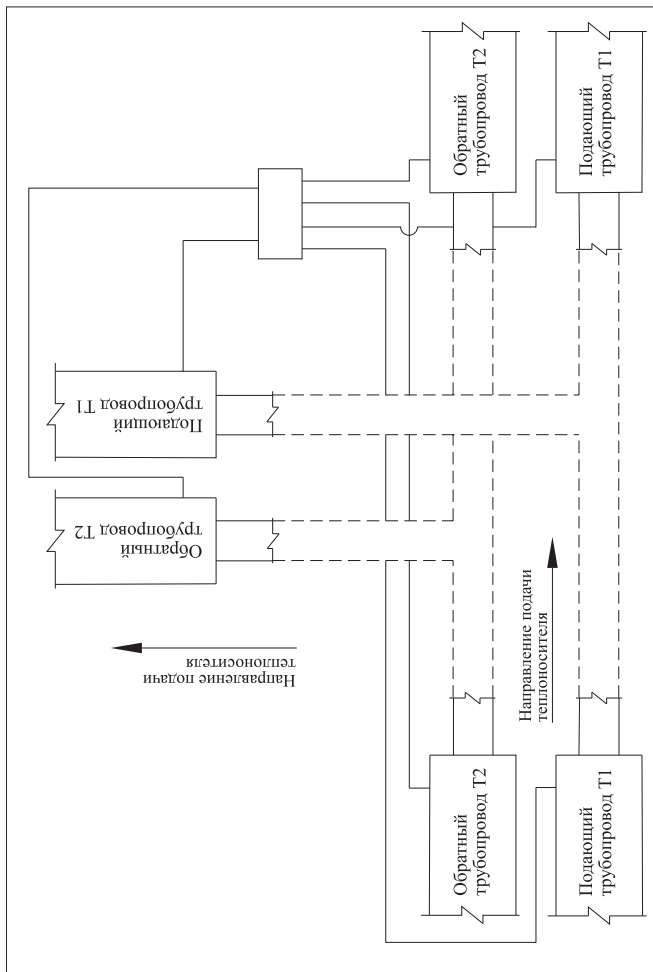
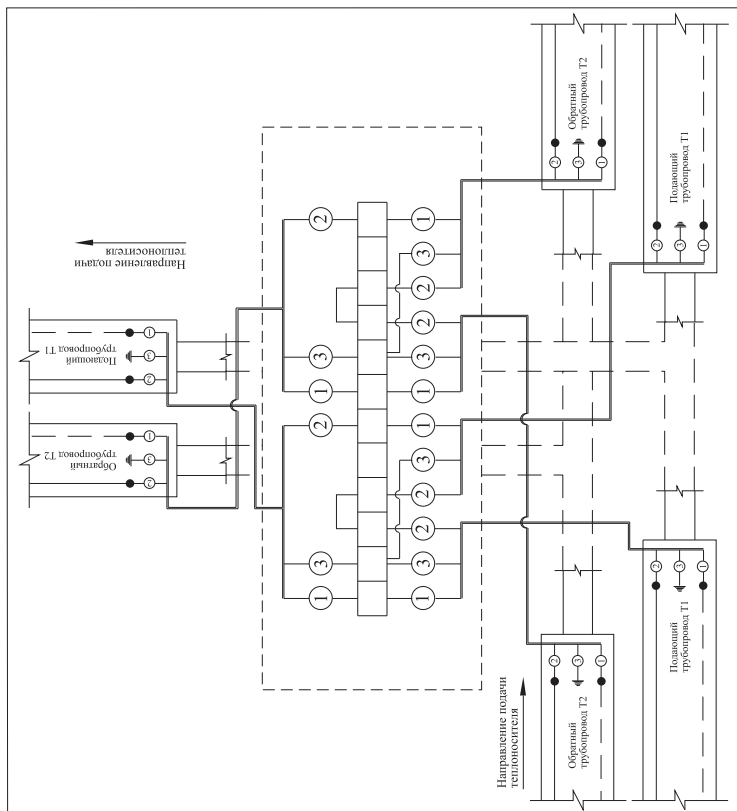

Рис. 2 «Объединение трех независимых двухтрубных систем ОДК»
Рис. 3 «Объединение трех независимых двухтрубных систем ОДК»
2.1. Объединение трех независимых двухтрубных систем ОДК - Рис. 2, 3
на принципиальной схеме (Рис. 2)	на электрической схеме (Рис. 3)
Подключение терминала к системе оперативного дистанционного контроля производить в соответствии с принципиальной (Рис. 2) и электрической схемой (Рис. 3).
5. При помощи отвертки зафиксировать провода 3 и внутреннюю перемычку 1 в клеммной планке 2. Порядок соединения проводов указан на электрической схеме – Рис. 3.
4. Установить провода **3** в клеммную планку **2** на прежнее место (в соответствии с электрической схемой – **Рис. 3**).